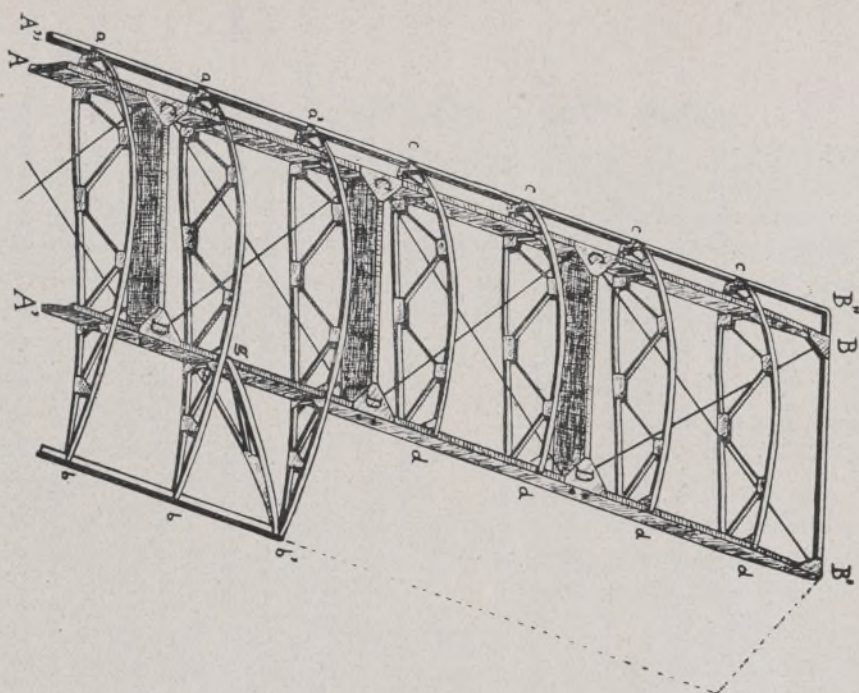

Fig. 8.ª
14. ALAS BILARGUEROS.—Constan esta clase de alas de dos largueros AB y A'B', anterior y posterior respectivamente (fig. 8), que son los que soportan las componentes de la resistencia del aire, normales al plano del ala.